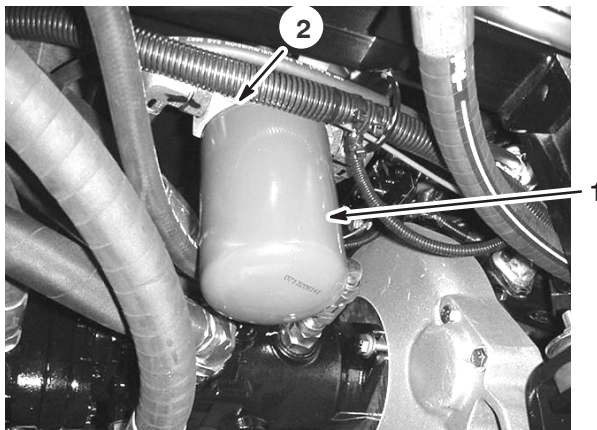

Bild 42
2. Reinigen Sie den Bereich um den Filterbefestigungsbereich (Bild 42).
4. Entfernen Sie den Filter (Bild 42).
5. Fetten Sie die Dichtung des neuen Filters ein (Bild 42).